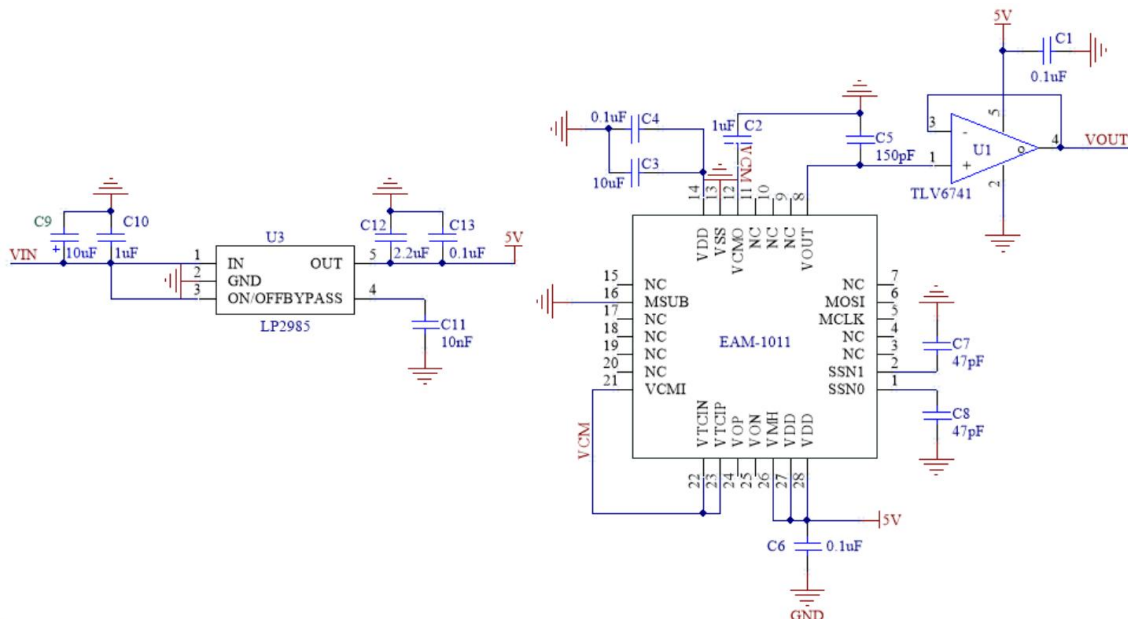

图 8 典型应用一
9.1 EAM1011-100 的典型应用一（单端输出-如图 8）